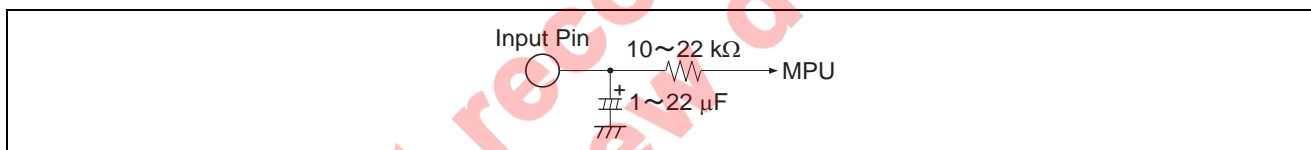

図 2 ポップ音低減インタフェース
- ポップ音を低減するには、図 2 に示すようにモードコントロールピンに 10k Ω ~22k Ω の抵抗と、1 μ F~22 μ Fの容量を付加してください。